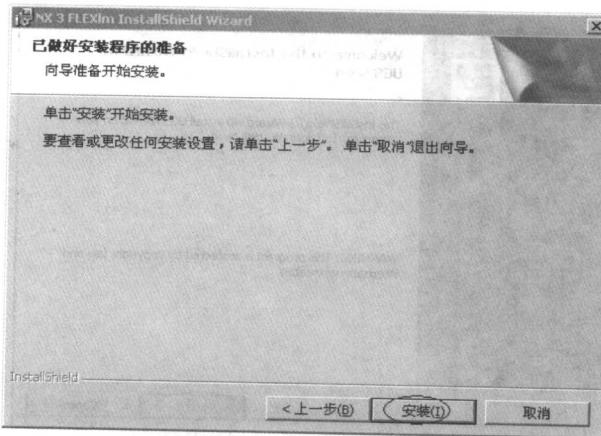

图 1-5 NX3FLEXlm 程序安装准备界面
(7) 完成许可证文件路径选择后,单击【下一步】按钮,出现已做好 NX3FLEXlm 程序安装准备界面,如图 1-5 所示。